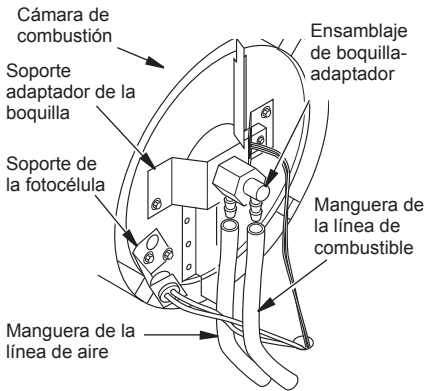
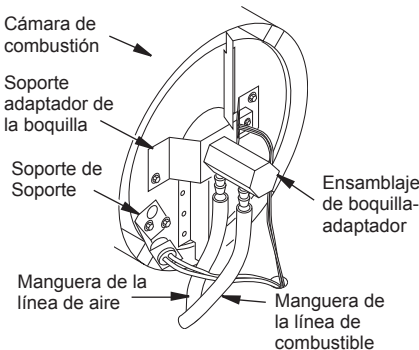
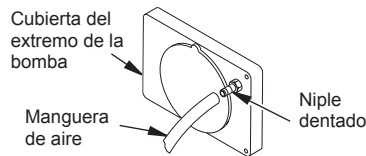

Figura 17 - Desmontaje de las mangueras de las líneas de aire y combustible (solamente para modelos 125T y 170T)
Figura 20 - Desmontaje de las mangueras de las líneas de aire y combustible (sólo para el modelo 200T)
Figura 22 - Manguera de aire al niple dentado
14. Vuelva a colocar la fotocélula en el soporte correspondiente. Acomode los cables como se muestra en la figura 17, página 15.
3. Retire las mangueras de las líneas de aire y combustible del ensamblaje de la boquilla (consulte la figura 17).
3. Quite los dos tornillos del soporte adaptador de la boquilla (consulte la figura 20).
4. Inspeccione las mangueras de las líneas de combustible y aire en busca de rajaduras u orificios. Si la manguera de la línea de combustible está dañada, desconéctela del adaptador de la boquilla (consulte la figura 17, página 15 o la figura 20, según el modelo) y del filtro de combustible (consulte *Filtro de combustible*, página 13). Si la manguera de la línea de aire está dañada, desconéctela del adaptador de la boquilla (consulte la figura 17, página 15 o la figura 20, según el modelo) y del niple dentado en la cubierta del extremo de la bomba (consulte la figura 22).
5. Instale la nueva línea de aire o combustible. Conecte un extremo de la manguera de la línea de aire al niple dentado en la cubierta del extremo de la bomba (consulte la figura 22) y el otro extremo al adaptador de la boquilla (consulte la figura 17, página 15 o la figura 20, según el modelo). Conecte un extremo de la manguera de la línea de combustible al filtro de combustible (consulte *Filtro de combustible*, página 13) y el otro extremo al adaptador de la boquilla (consulte la figura 17, página 15 o la figura 20, según el modelo).
- Nota:** Coloque las mangueras como se muestra en la figura 17, página 15 o la figura 20, según el modelo. Las mangueras no deben tocar el soporte de la fotocélula.